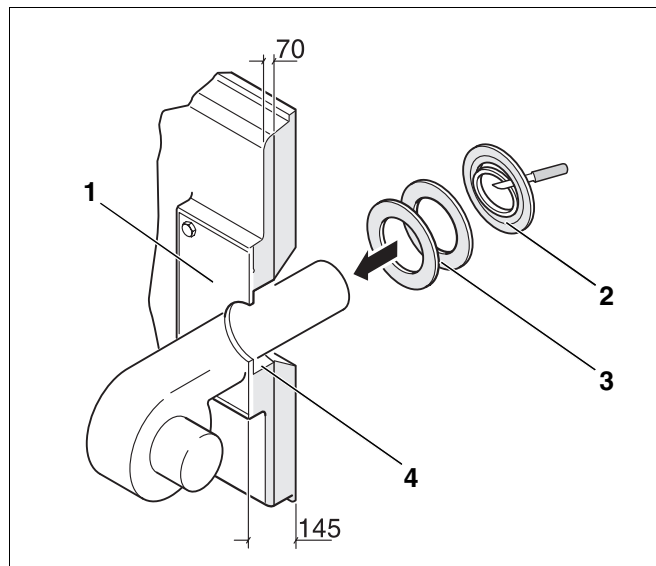

Fig. 32 Montering af brænder
- Udbor eller udskær et hul i stålilægningspladen (Fig. 32, **pos. 1**), som passer til den nødvendige brænderrørsdiameter (Ø maks. 270 mm). Bor huller til fastgørelse af brænderen efter brænderflangens hulmønster.
- Udskær isoleringsringe i overensstemmelse med brænderrørets diameter (Fig. 32, **pos. 2**).
- Udfyld den tilbageblevne spalte mellem brænderdørens isolering og brænderrøret (Fig. 32, **pos. 4**) med de tilpassede isoleringsringe (Fig. 32, **pos. 3**).